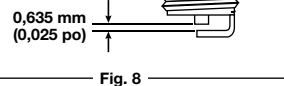

Fig. 8
4. Réglez l'écartement conformément aux indications, à l'aide d'une jauge d'épaisseur (Fig. 8).
4. Ajuste la abertura de la bujía conforme a las especificaciones, utilizando un calibrador de hoja (Fig. 8).